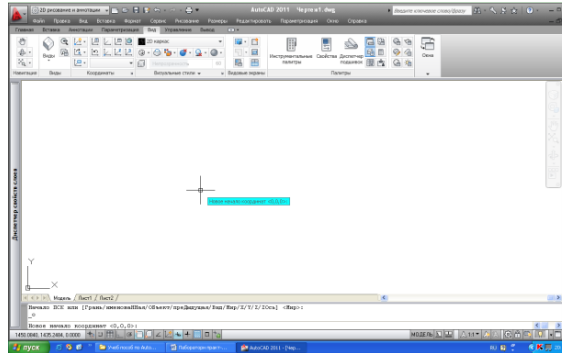

Рис.104
- а. Выбираем вкладку *Вид* и на панели инструментов *Координаты* щелкаем по пиктограмме *Начало*. Определяем новое начало пользовательской системы координат (ПСК) путем сдвига (переноса) начальной точки. Для этого левой кнопкой мыши, в ответ на запрос команды, щелкаем примерно в середине графического поля (рис.104) и устанавливаем там систему координат.